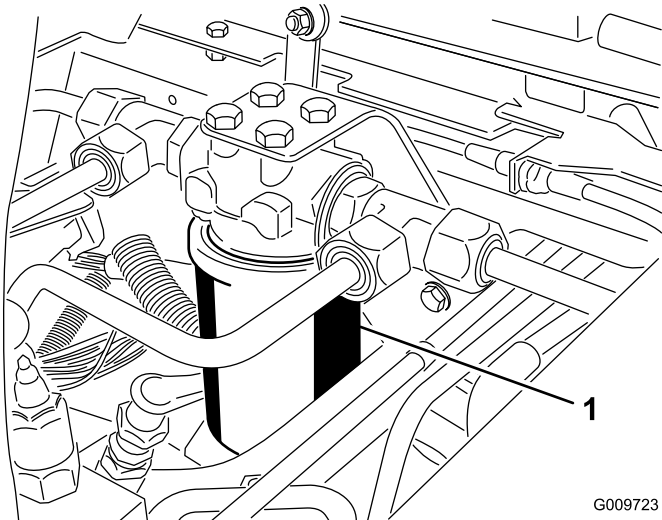
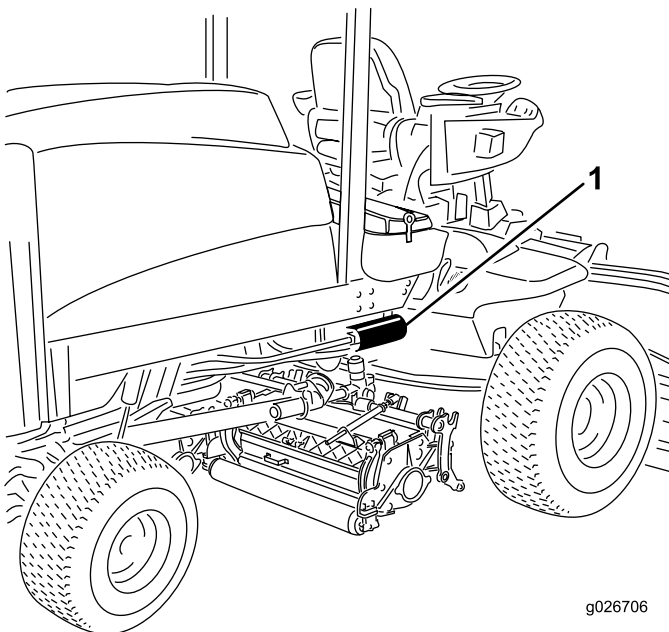

Bild 74
Bild 75
2. Reinigen Sie den Anbaubereich des Filters. Stellen Sie ein Auffanggefäß unter den Filter (**Bild 74** und **Bild 75**) und entfernen diesen.